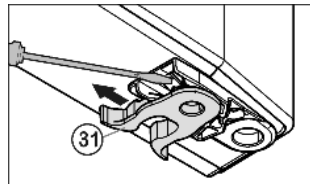

Fig. 11
- ▶ Veerklem *Fig. 11 (31)* verplaatsen: Sluitnok omlaag drukken, veerklem eroverheen en eraf trekken.